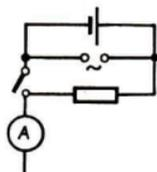

Bild 59
- 10.20 In der nebenstehend dargestellten Schaltung (Bild 59) fließt mit dem Schließen des Schalters durch den (sehr großen) Widerstand R sowohl Gleich- als auch Wechselstrom. Vervollständigen Sie die Schaltung so, daß Sie 1. den Gesamtstrom und 2. den Wechselstrom allein messen können.